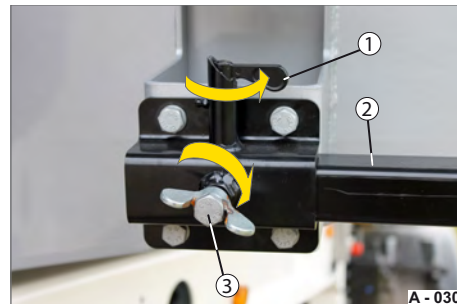

Abb. 40 Aufstiegsleiter gesichert
- ▶ Schwenken Sie den Sicherungsstift (Abb. 40/1) nach unten.
- ▶ Drehen Sie die Fixierschraube (Abb. 40/3) fest. Der Träger der Aufstiegsleiter ist fixiert.